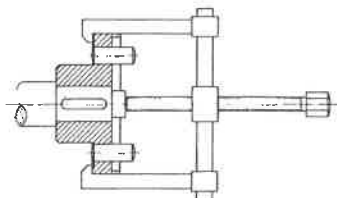

Figura 12
- Allentare il dado esagonale (902.32) (non presente in tutte le dimensioni di pompa) e togliere il coperchio del corpo (161) dalla lanterna della staffa di supporto (344).
- Sfilare il giunto per mezzo di tira-giunti (Figura 12). Estrarre la chiave (940.52).